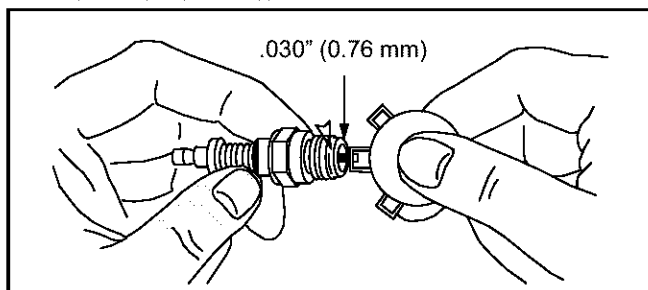

Figura 15
- Cambie la bujía si los electrodos están picados, quemados o la porcelana está rota. Ver Figura 15.
- Limpie la bujía y ajuste el espacio a 0.030" al menos una vez por estación o cada 100 horas de funcionamiento. Ver Figura 15. Reemplace cuando sea necesario. Consulte el número de pieza en la sección del listado de piezas.